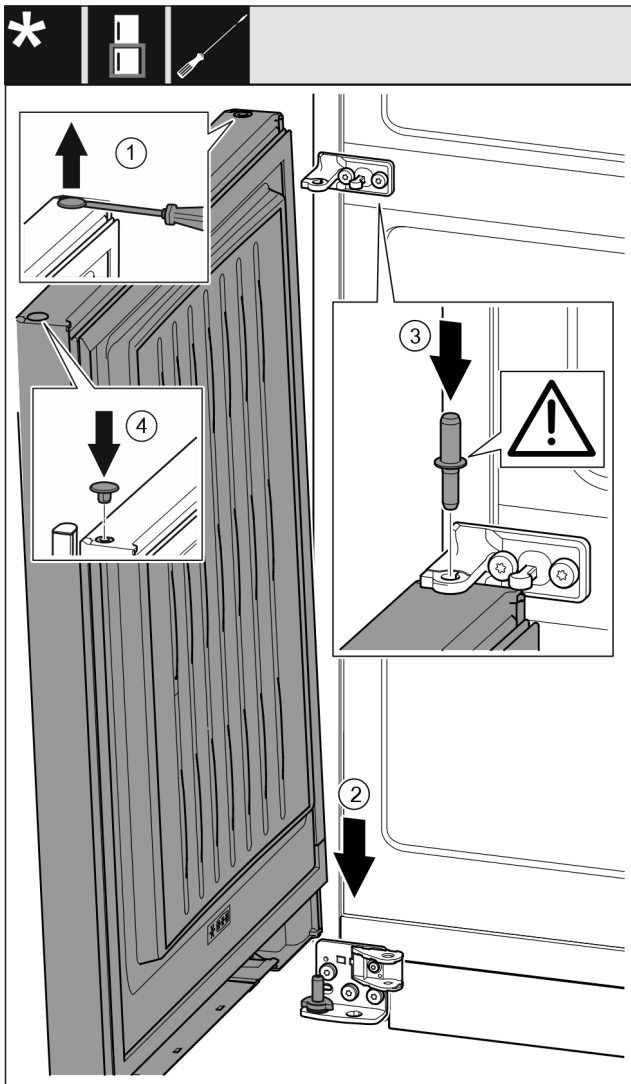

Fig. 56
- ▶ Óvatosan emelje meg a dugót Fig. 56 (1) lapos csavarhúzóval, és húzza ki.
- ▶ Helyezze fel az ajtót Fig. 56 (2) felülről az alsó csapszegre.
- ▶ Helyezze a középső csapszeget Fig. 56 (3) a középső csapágýbakon keresztül az alsó ajtóba. Ügyeljen közben arra, hogy a reteszelő bütyök hátrafelé mutasson.
- ▶ Tegye vissza a dugót Fig. 56 (4) az ajtó másik oldalára.